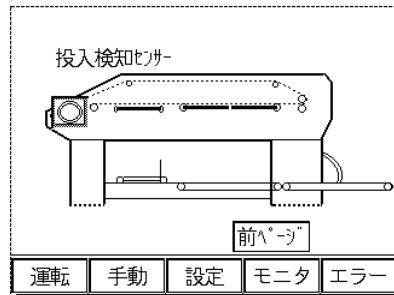

図7-46
- (図7-46) 投入検知センサ(投入コンベアオプション付のみ表示されます。)